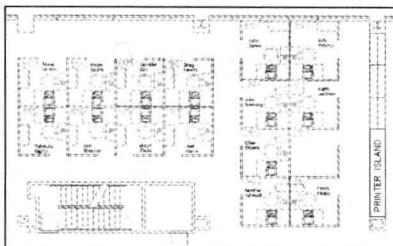

图 1.1.1 使用 AutoCAD 绘制的二维图形
(1) 绘制二维图形。二维图形由点、线、圆、弧等基本二维图形组成，在 AutoCAD 的“绘图”菜单中提供了绘制各种基本二维图形的工具，利用这些工具可以绘制直线、构造线、多段线、圆、矩形、多边形、椭圆等基本图形，也可以将绘制的图形转换成面域，然后利用“修改”工具对这些绘制的图形进行移动、旋转、缩放、修剪、倒角、圆角、镜像、阵列等操作，从而绘制出各种各样的二维图形，如图 1.1.1 所示为使用 AutoCAD 绘制的二维图形。
(2) 绘制三维图形。绘制三维图形是 AutoCAD 的另一个重要应用，用户可以将一些平面图形通过拉伸、扫掠、放样、设置标高和厚度转换为三维图形，还可以选择【绘图(D)】→【建模(M)】菜单的子命令绘制多段体、长方体、圆柱体、球体、楔体、圆锥体、圆环体、棱锥面、平面曲面和网格等基本三维图形，然后利用“修改”工具对绘制的实体对象进行编辑，从而创建出各种各样的三维图